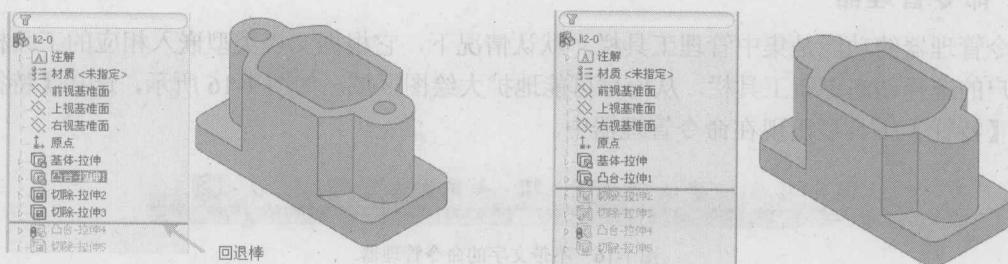

图 1-18 回退棒应用
- 控制或查看建模过程。通过使用回退棒，可以将模型退回到任意一个生成位置上。回退棒的使用方法为按住鼠标左键拖曳。图 1-18 所示为回退棒处于不同位置时所生成的模型。